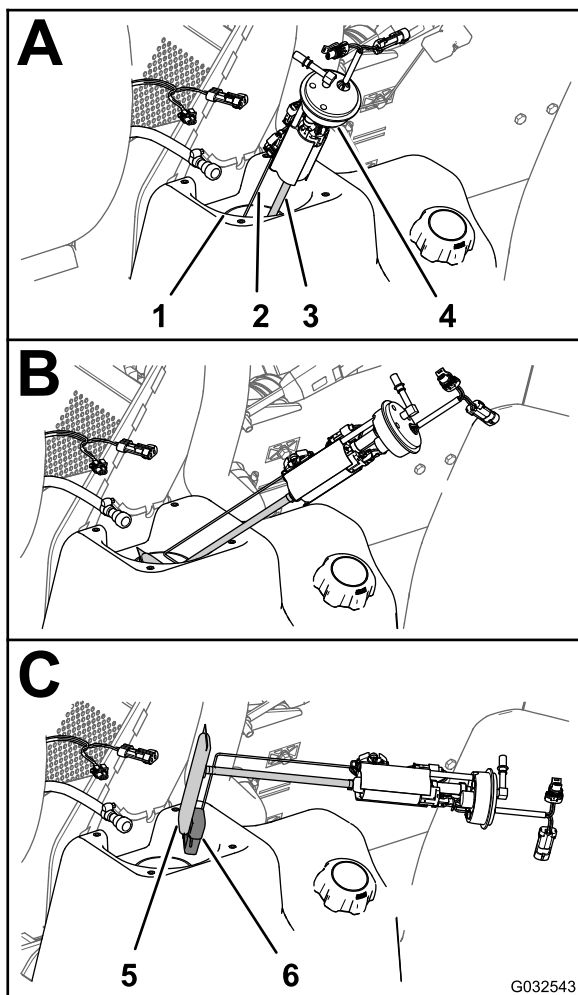
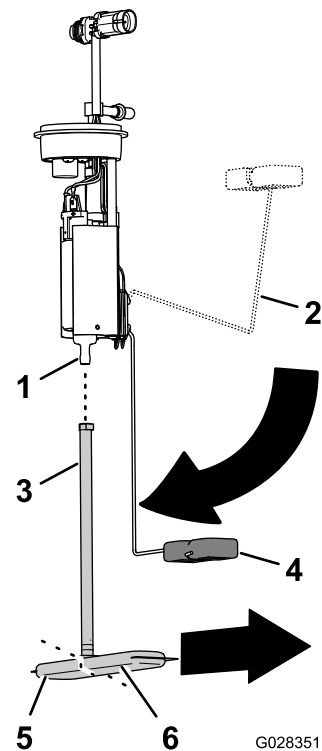

Figura 75
Figura 76
4. Levante y gire cuidadosamente la bomba de combustible/sensor para extraerlos del cuello del depósito de combustible (Figura 75).
1. Retire el tubo de aspiración del filtro de combustible del conector de la bomba de combustible (Figura 76).
2. Alinee el tubo de aspiración del filtro de combustible nuevo con el conector de la bomba de combustible (Figura 76).
3. Alinee la pata larga del filtro de combustible con el flotador, con el flotador en la posición de vacío (Figura 76).
4. Introduzca el conector de la bomba de combustible en el tubo de aspiración hasta que el conector quede bien asentado (Figura 76).
1. Junte el brazo del flotador y el tubo de aspiración, e introduzca el flotador y el filtro de combustible por el hueco del depósito de combustible (Figura 75).
2. Coloque la bomba de combustible/sensor en el hueco del depósito (Figura 75 y Figura 76).
3. Instale la junta y la tuerca sobre la bomba de combustible/sensor y sobre el cuello del depósito de combustible, y apriete la tuerca a mano (Figura 75).
4. Conecte el acoplamiento de la manguera de combustible al conector de la bomba de combustible (Figura 75).
5. Conecte el conector hembra de 2 vías del arnés de cables de la máquina al conector de 2 pines de la bomba de combustible/sensor; conecte el conector de 2 pines del arnés de cables de la máquina al conector hembra de 2 vías de la bomba de combustible/sensor (Figura 75).